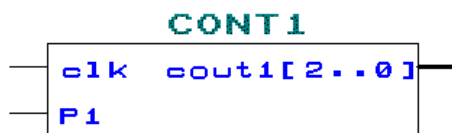

Fig. 4 Comptador editat textualment (Fig.5) e implementat a l'editor gràfic en forma de bloc.
Una vegada ideada la màquina d'estats que defineix el funcionament del sistema, passam al disseny mitjançant un programa especial. Aquest programa (anomenat MAXplus II) es una eina molt potent i té, entre altres moltes funcions, un editor de codi (Fig.5), un editor gràfic (Fig.4), un compilador i un simulador. Per tant, es possible editar diferents blocs lògics a nivell de codi y llavors interconnectar-los amb l'editor gràfic. Finalment es possible compilar y simular el sistema conjunt y així verificar el funcionament correcte del disseny.
- Comptadors de 1 a 6 (Fig.4, Fig.5) .